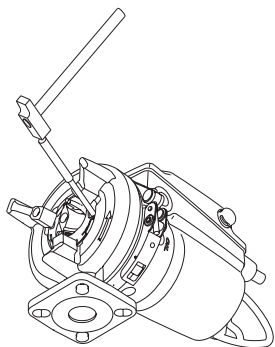

Рис. 13 Демонтаж кольца режущего механизма
2. Освободить кольцо режущего механизма (поз. 44), постукая по нему и повернув по часовой стрелке на 15-20°. См. рис. 13.